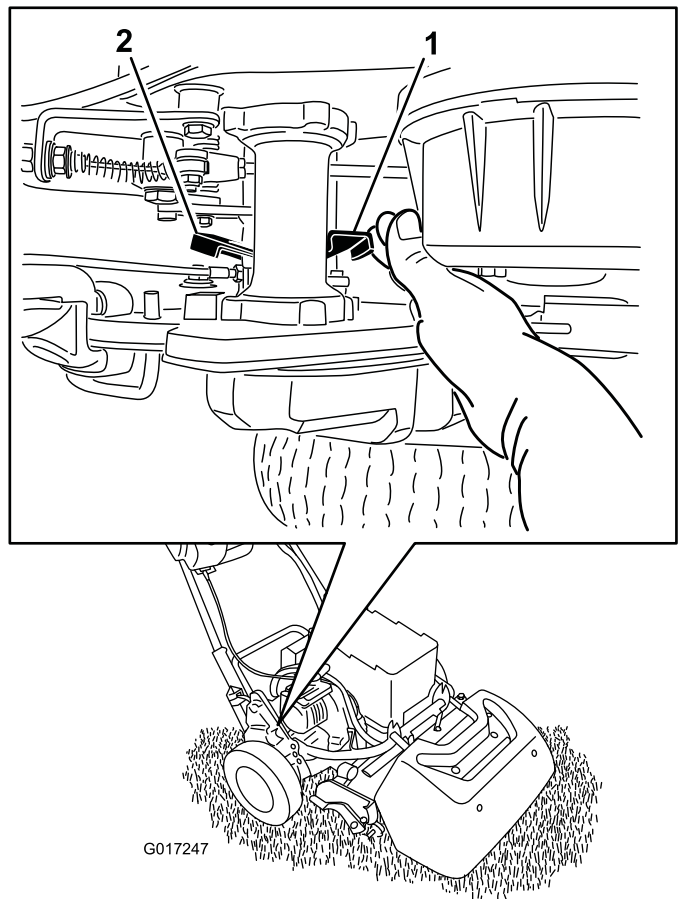

図 32
1. 機体の右後ろ角部にある走行解除レバーを探し出す (走行ハウジングドラムの隣にある) (図 32)。